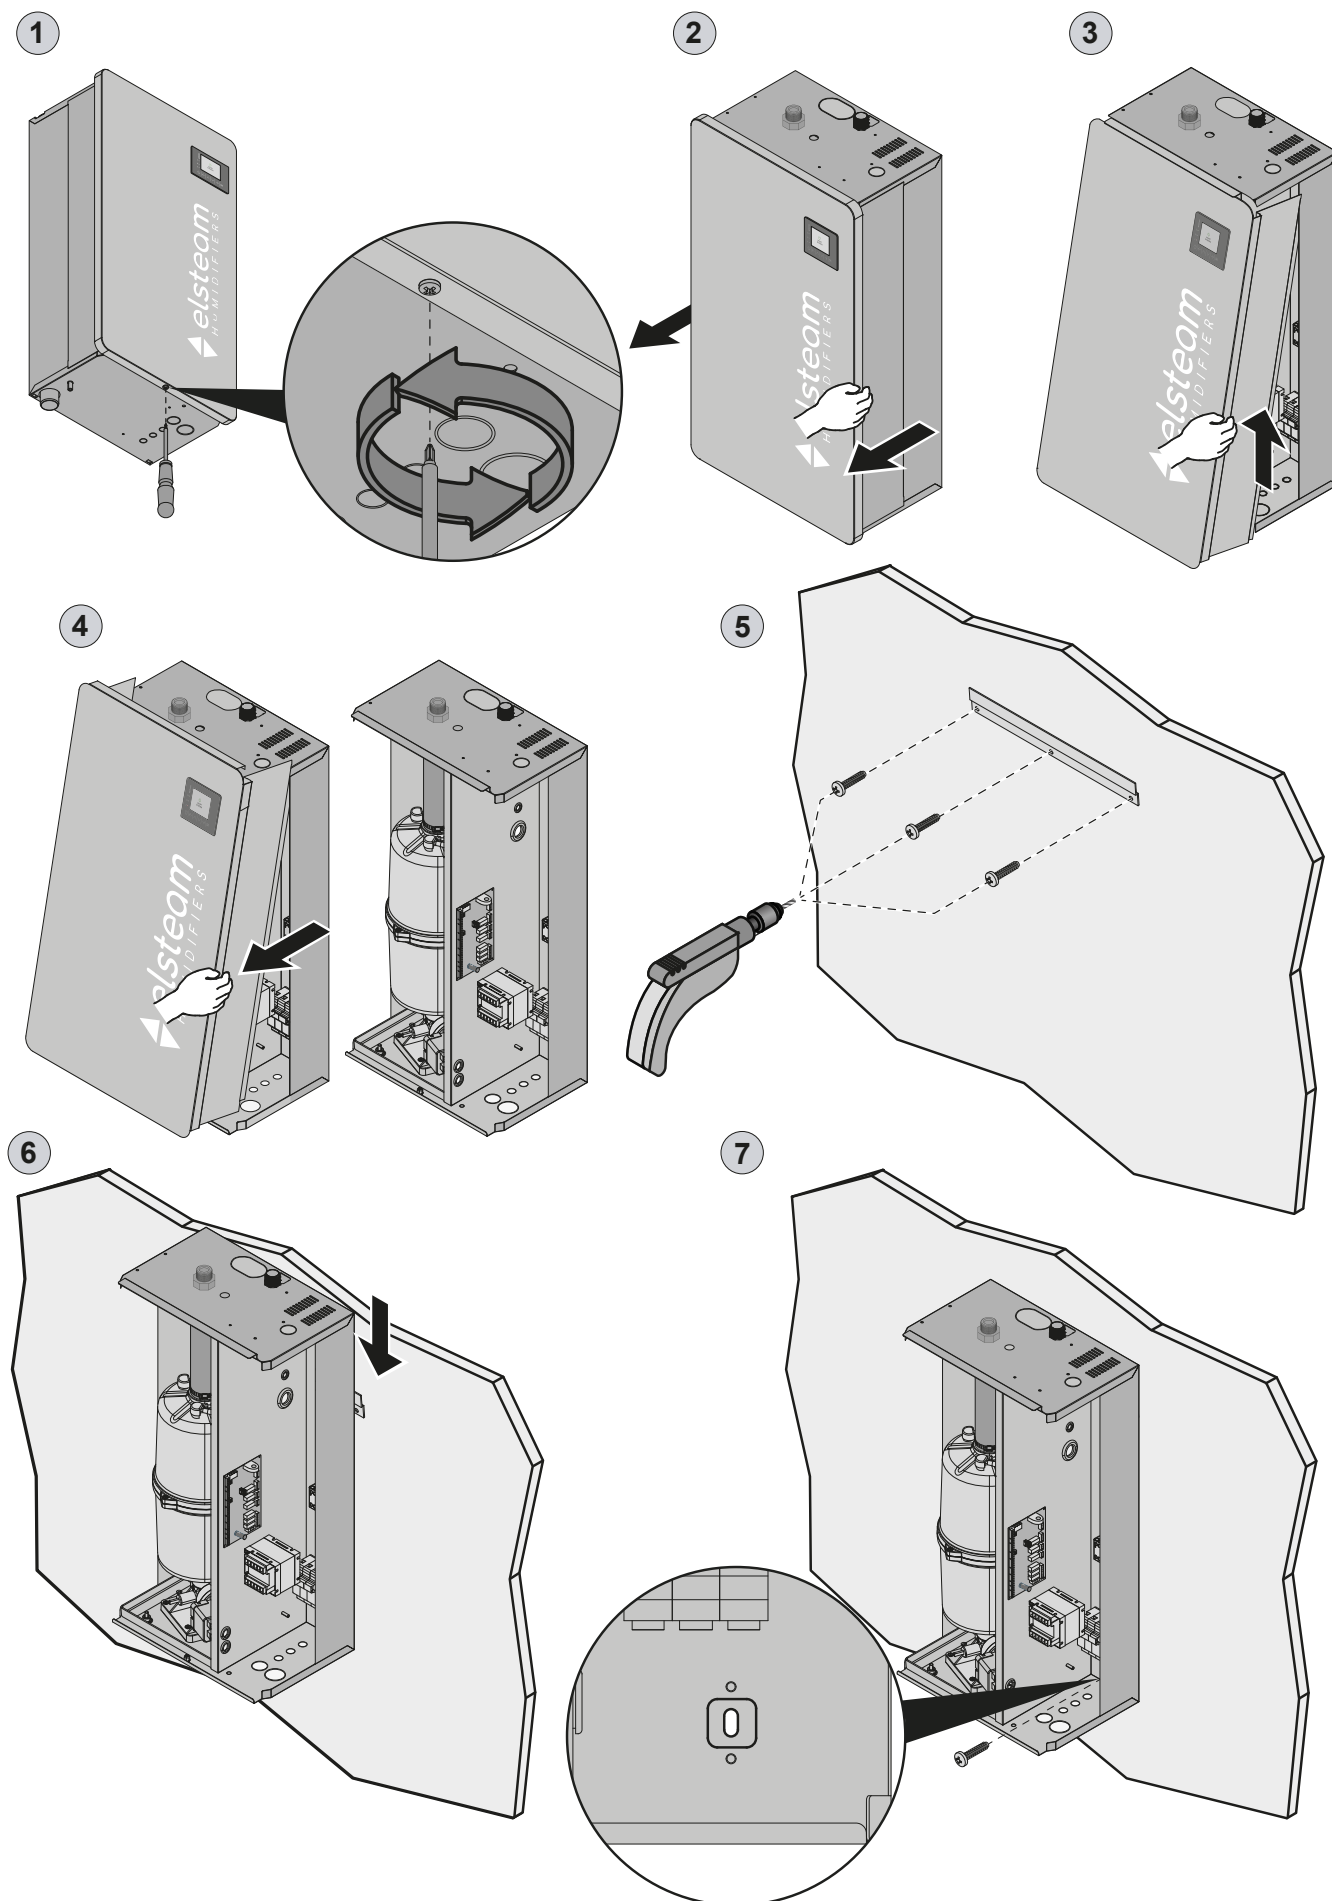

Fig. 9. Istruzioni di montaggio
- Rimuovere la parete frontale tirandole verso di sé dal basso e sollevandola (vedi "**FIG. 9. ISTRUZIONI DI MONTAGGIO**" **A PAGINA 25**);